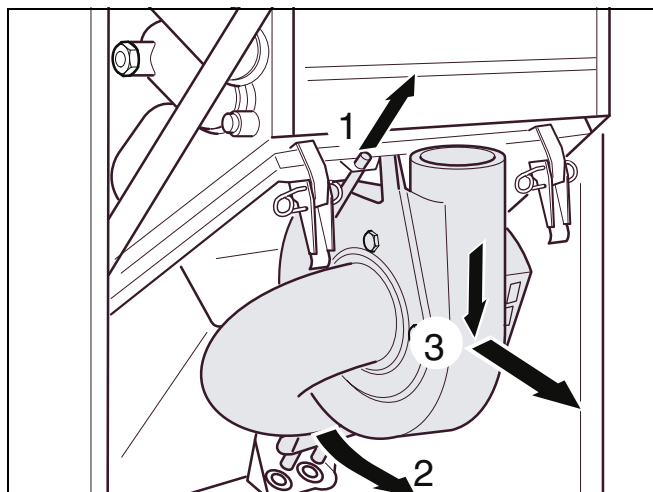

Abb. 31 Gebläse herausnehmen
- Gebläse nach oben schieben (Abb. 31, Pos. 1).
- Gebläse unten nach vorn schwenken (Abb. 31, Pos. 2) und nach unten und vorn (Abb. 31, Pos. 3) herausnehmen.